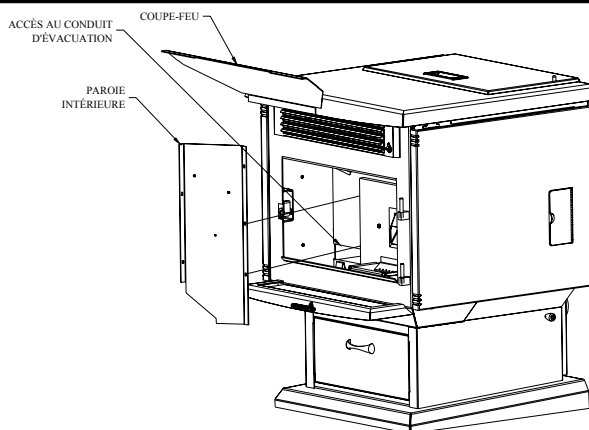

FIGURE 22
- Parois de la chambre à combustion:** De façon périodique, il est important de nettoyer les cendres qui peuvent s'être accumulées derrière les parois de la chambre à combustion. Commencez par enlever les panneaux d'imitation de maçonnerie, lesquels sont simplement tenus en place par des vis. Enlevez ensuite les deux parois métalliques situées de chaque côté de la chambre à combustion, lesquelles sont retenus par des vis. Nettoyez les parois et enlevez les cendres à l'aide d'un aspirateur. Vous remarquerez une trappe d'accès rectangulaire située à l'arrière de la paroi gauche. Retirez le petit panneau rectangulaire à l'aide d'un tournevis (voir figure 22). Insérez le bout de l'aspirateur dans le trou et enlevez tout résidu pouvant s'être accumulé. RÉPÉTEZ CETTE OPÉRATION DE NETTOYAGE AU MOINS UNE FOIS PAR TONNE DE GRANULES BRÛLÉES, ET CE JUSQU'À CE QUE VOUS SOYEZ FAMILIER AVEC LE NIVEAU D'ACCUMULATION DES CENDRES DANS VOTRE APPAREIL.